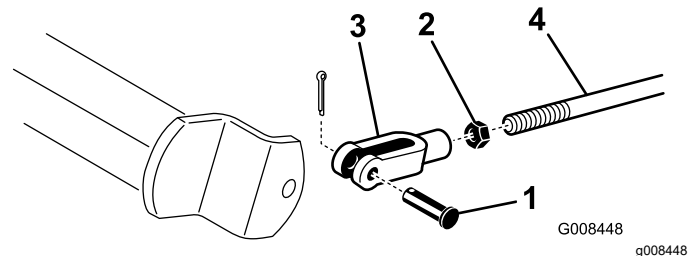

Figura 46
- A. Deconectați tije de frână prin îndepărtarea cuielor spintecate și a știftului cu cap și gaură (Figura 46).
- B. Slăbiți contrapiulița și reglați știftul în mod corespunzător (Figura 46).
- C. Introduceți știftul în arborele de frână (Figura 46).